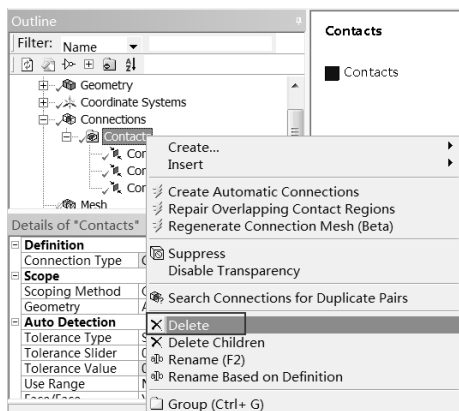

图 13-54 删除默认设置
Step1 : 右击 Mechanical 界面左侧 Outline (分析树) 中的 Connections Contact 命令, 如图 13-54 所示, 在弹出的快捷菜单中选择 Delete 命令, 删除默认的接触设置。